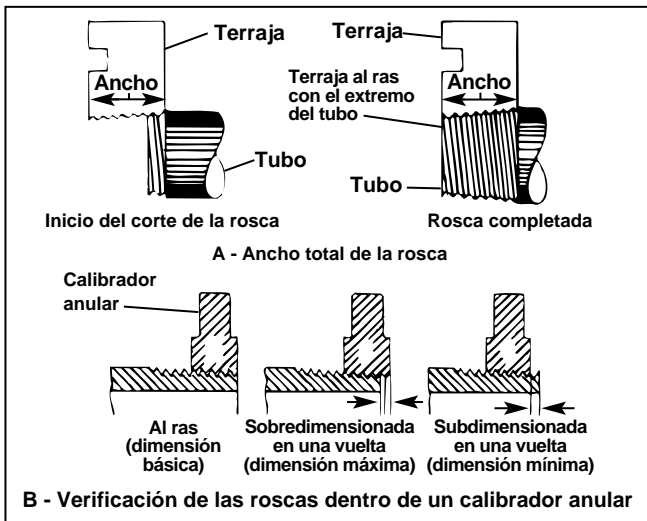

Figura 14 – Verificación de la longitud de la rosca
1. La rosca tiene la longitud correcta cuando el extremo del tubo queda al ras con el borde de las terrajas (Figura 14).
2. El cabezal de terrajas puede regularse para obtener el diámetro de rosca necesario. Si es posible, chequéela con un calibrador o medidor anular de roscas (Figura 14). La rosca está bien cortada si el extremo del tubo se encuentra a